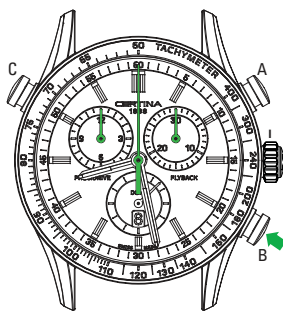

Рис. 10
**B** Обнуление счетчиков (см. рис. 10)